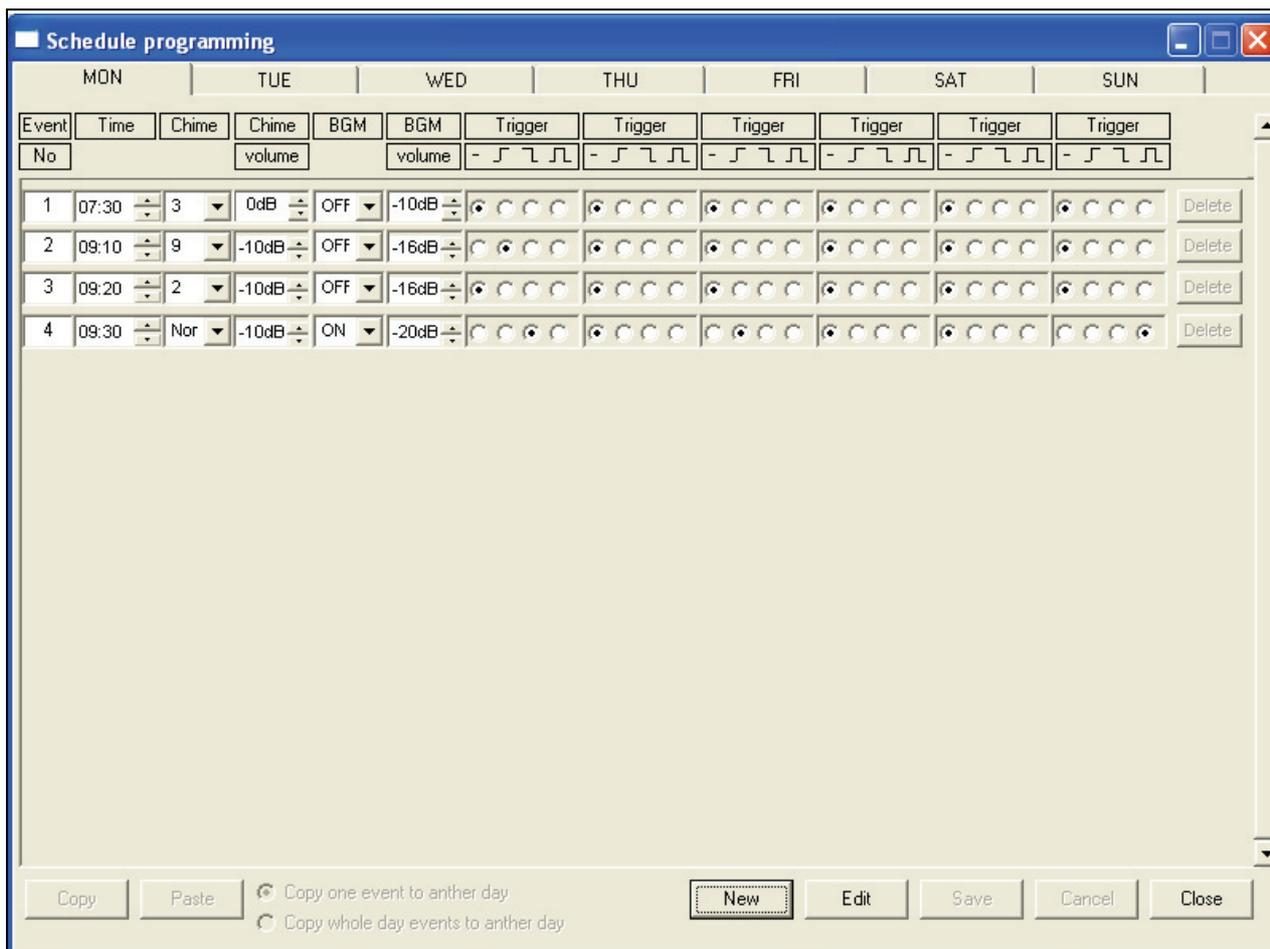

figura 8.15: Finestra di Programmazione del piano operativo
- avere assegnate singole proprietà, quali l'ora dell'evento e il tipo di suono di avviso o di trigger richiesto (vedere la figura 8.15).
- 2 Selezionare il file di configurazione che si desidera aprire, quindi fare clic su Open. La configurazione verrà caricata e visualizzata nella finestra Schedule programming (vedere la figura 8.15).